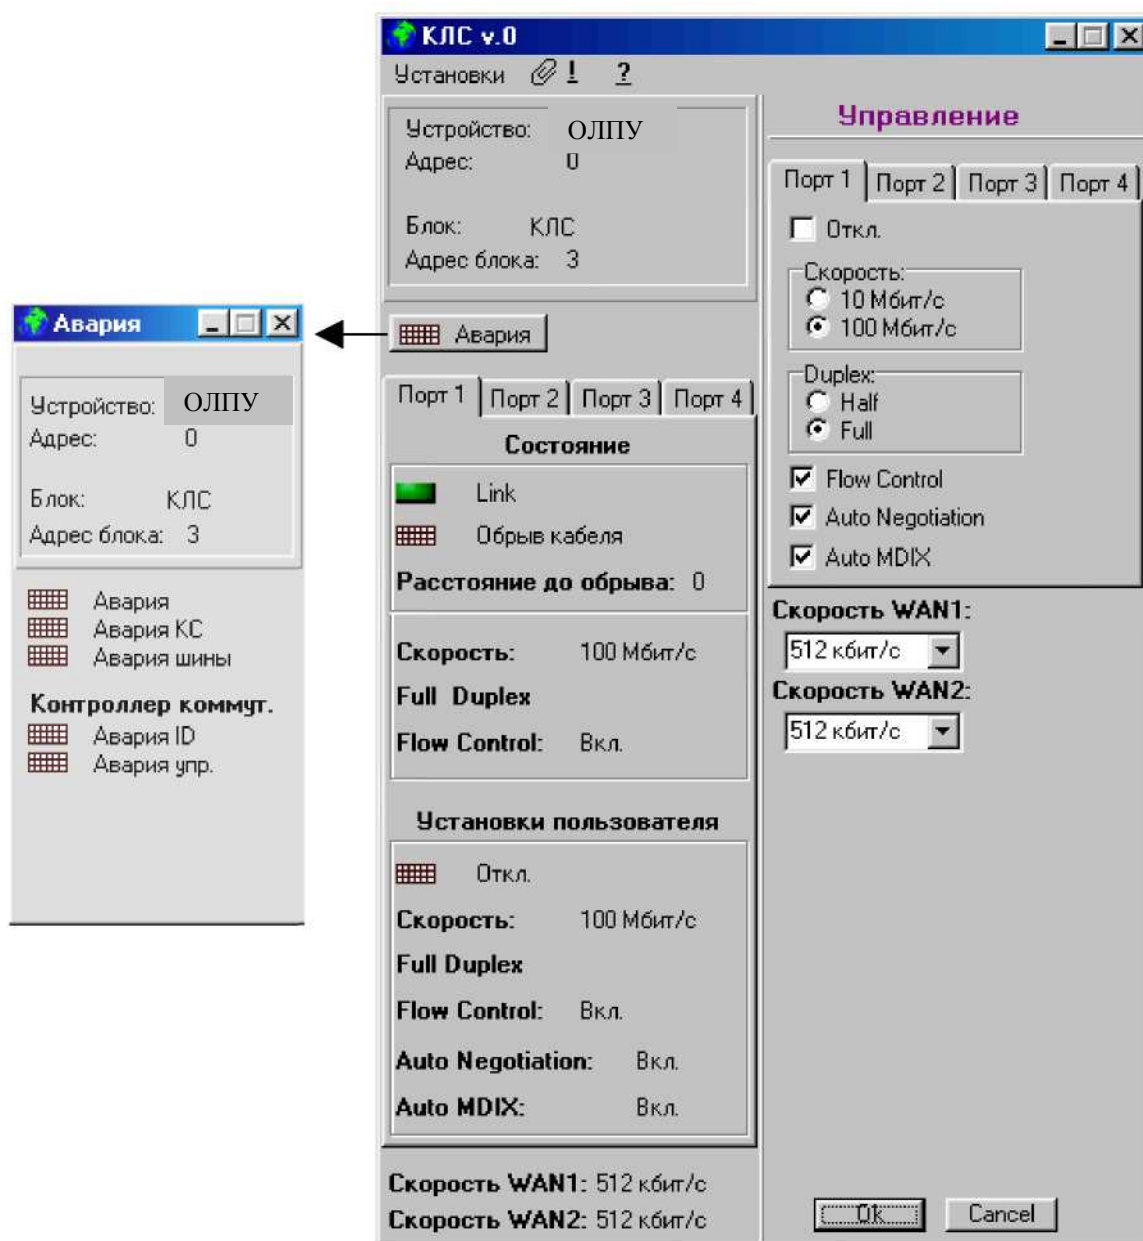

Рисунок 2.
6.2 Окна ячейки в системе ТО с ПО «СуперТел-ТМ» приведено на рис. 2 - 3.